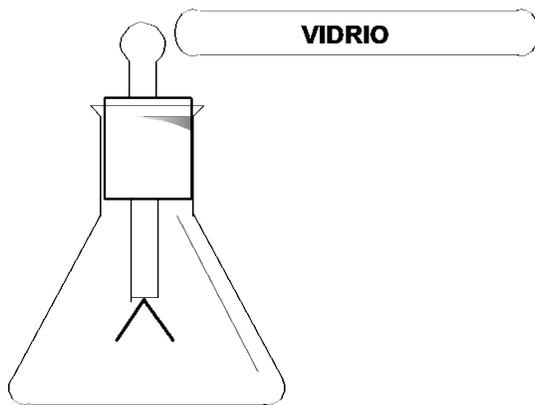

Figura 1.1b Electroscopio de láminas, carga por inducción
- c) Frote nuevamente la barra de vidrio con la piel de conejo y acérquela lentamente al electroscopio de láminas sin que se toque (figura 1.1b).